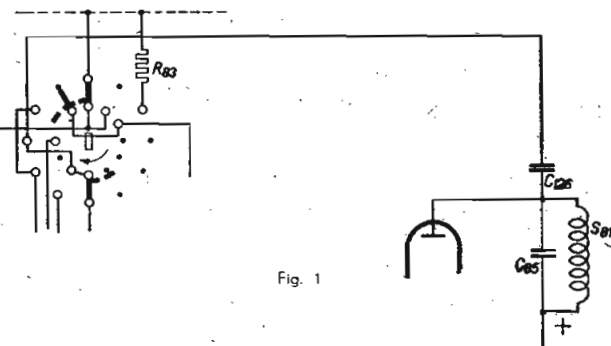

Fig. 1
1. In het laag-frequent gedeelte van bovengenoemde apparaten is een wijziging in de tegenkoppeling aangebracht. Bij de vroegere uitvoeringen was C 126 aangesloten tussen de anodezijde van de uitgangstransformator en drie contacten van de grammofoon-schakelaar (zie fig. 1). Deze condensator is vervallen